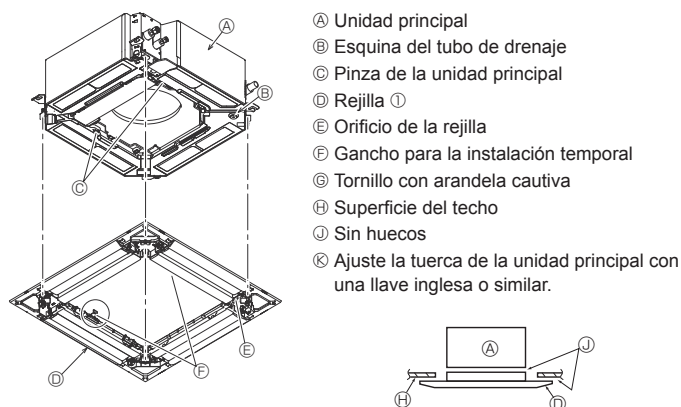

Fig. 9-6
9.4.2. Instalación provisional de la rejilla (Fig. 9-6)
- Sujete la rejilla a la unidad principal apretando los tornillos preinstalados. (Fig. 9-6)
Compruebe que no haya ningún hueco entre la unidad principal y la rejilla, ni entre la rejilla y la superficie del techo. (Fig. 9-6)
- Después de apretar el tornillo, confirme que los dos ganchos de la rejilla (Fig. 9-6) estén sujetos en los ganchos de la unidad principal.